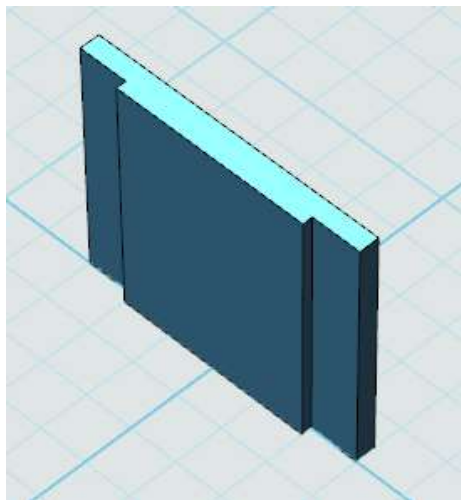

图 10-4
2. 点击绘制好的草图，选择拉伸命令。高度为 30。完成后如图 10-4 所示。